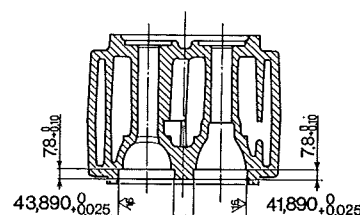

Fig. 5 - Logements pour sièges de soupapes dans la culasse.
- Usiner les logements pour les sièges de soupapes dans la culasse à l'aide des outils 5.9030.458.0 en suivant les cotes indiquées dans la fig. 5.